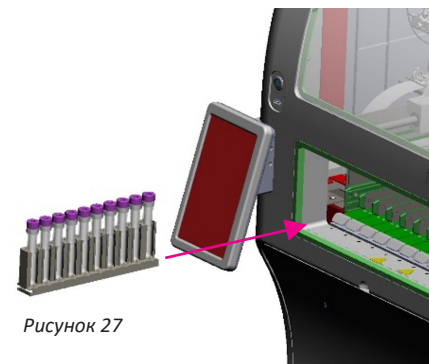

Рисунок 27
**В случае использования гематологических штативов Sysmex, Mindray и Horiba:** штатив должен загружаться так, чтобы позиция образца 1 была спереди (см. рис. 27).